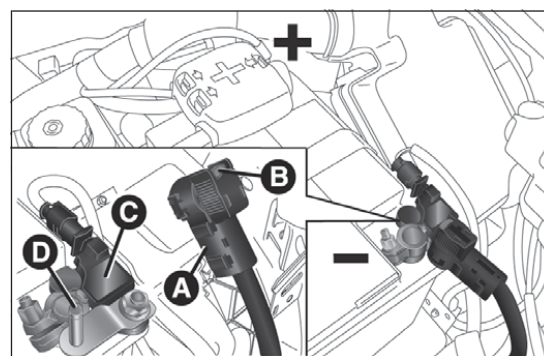

Abb. 206
- Trennen Sie den Stecker A Abb. 206 (durch Betätigung der Taste B) vom Sensor C für die Kontrolle des Batterieladezustandes (der Sensor befindet sich am Minuspol D der Batterie);
- den Stecker A Abb. 206 wieder mit dem Sensor C der Batterie verbinden.